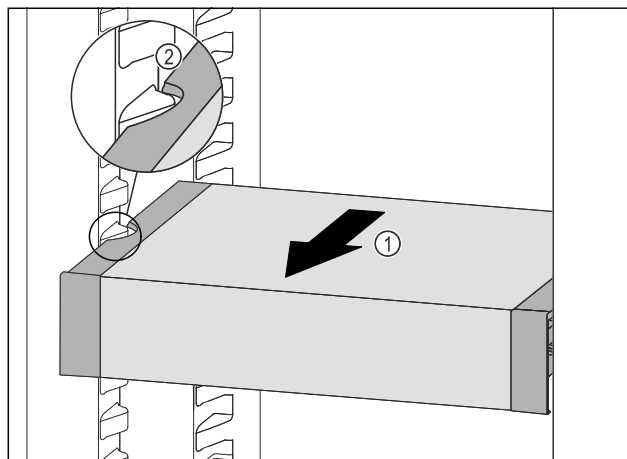

Fig. 97
- ▶ Tire del VarioSafe hacia delante Fig. 97 (1) hasta que los huecos laterales del VarioSafe se encuentren a la altura de la nervadura del recipiente en el compartimento del frigorífico. Fig. 97 (2)